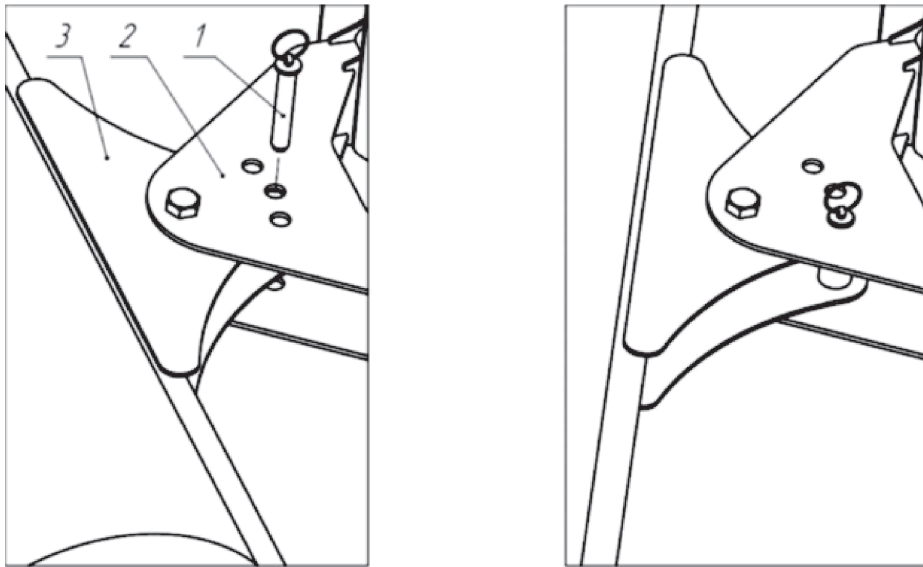

Рисунок 7 – Механическая регулировка угла поворота щетки
- Извлеките стопорный палец поз. 1 (Рис. 7) из технологического отверстия в корпусе подвешенного кронштейна поз. 2